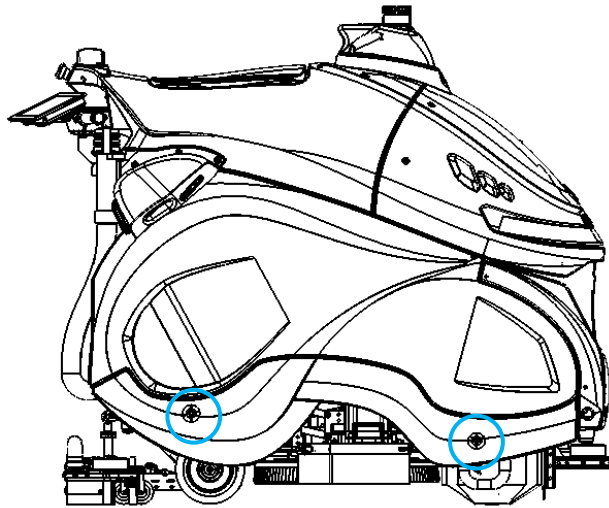

Fig. 1
1. Retirez le panneau latéral gauche du rex en tournant les deux boutons indiqués dans (Fig. 1) dans le sens inverse des aiguilles d'une montre.